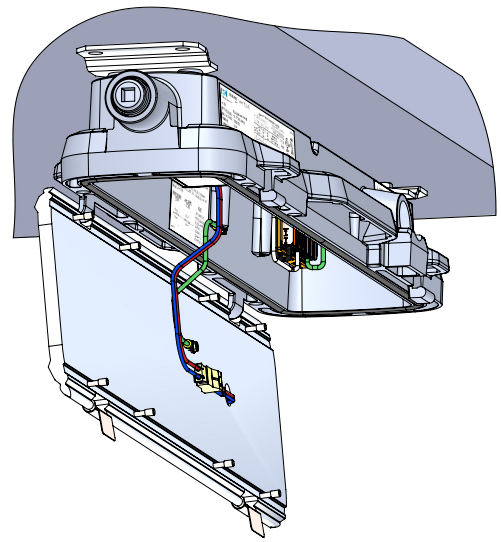

Figura 2. Posición de servicio abierta de la conexión del motor de luz LED
4. Tire de los sujetadores de retención para liberar el motor de luz de la carcasa del controlador y gire el motor de luz a la posición abierta mientras el motor de luz se apoya en los ganchos de la carcasa del controlador (consulte la Figura 2).
7. Quite el tornillo de conexión a tierra del conector del motor de luz LED (consulte la Figura 2).
11. Conecte el cable de conexión a tierra al conector del motor de luz LED de repuesto (consulte la Figura 2). Ajuste los sujetadores con un torque de 20 in-lb (2,3 N-m).